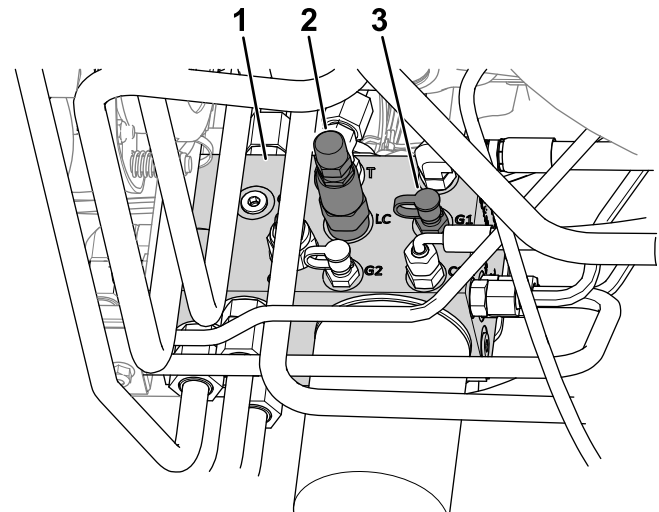

Figura 21
- Collegate un manometro alla porta diagnostica (con l'etichetta G1; fate riferimento a Figura 21).
- Sul lato del collettore di sollevamento, rimuovete il cappuccio dalla porta diagnostica (con l'etichetta G1; fate riferimento a Figura 21).
- Allentate il controdado all'estremità del cursore di trasferimento peso (con l'etichetta LC; fate riferimento a Figura 21).